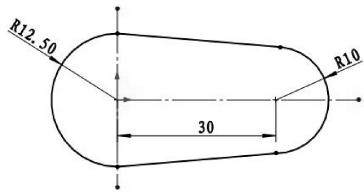

图 3-54 绘制草图
- 02 利用【草图绘制】命令，在前视基准平面上绘制如图 3-54 所示的草图曲线。